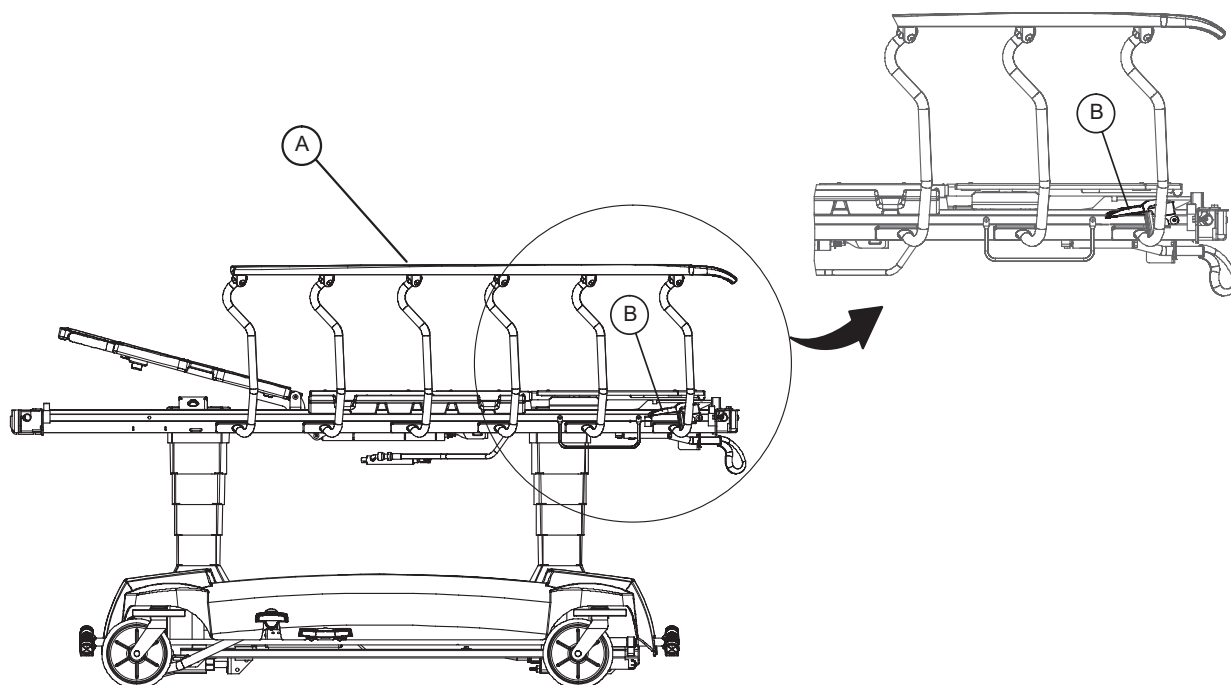

Figura 6 - Sponde laterali
Per sollevare le sponde laterali, effettuare le seguenti operazioni: sollevare la sponda laterale (A) fino alla posizione superiore massima finché non si inserisce il fermo (B), come illustrato nella Figura 6.
Per abbassare le sponde laterali, effettuare le seguenti operazioni: sollevare il fermo (B) e guidare la sponda laterale fino alla posizione inferiore massima, come illustrato nella Figura 6. I fermi (B) sono gialli per consentire una facile identificazione.